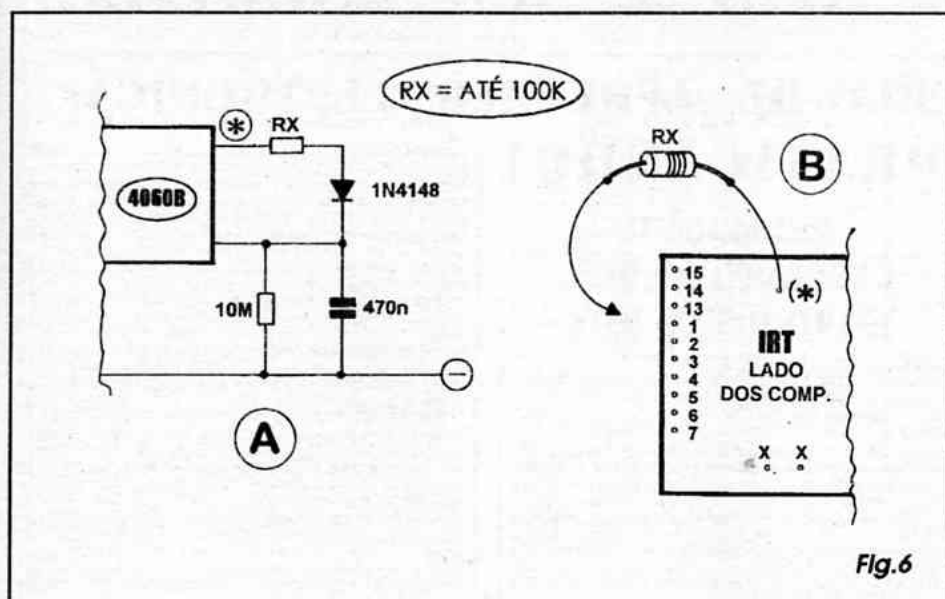

Fig.6
- - Resistores extras (com valores entre 1K e 100K...) para experimentações complementares (conforme explicado na FIG. 6 e texto correspondente...).
- FIG. 6 - EXPERIMENTAÇÕES COMPLEMENTARES... - A presença do diodo entre a saída escolhida do 4060 e o seu pino 12, de *reset*, faz com que a carga do capacitor de 470n seja praticamente imediata, cada vez que a mencionada saída se manifestar *alta*, enquanto que a descarga do capacitor se dará com relativa lentidão via resistor de 10M, com a geração das interrupções aparentemente aleatórias já mencionadas... Entretanto, é possível também atuar sobre o período (tempo) de *carga* do capacitor, simplesmente intercalando-se o resistor **Rx** entre a saída escolhida ou experimentada e o terminal de **anodo** do diodo, conforme mostra o item